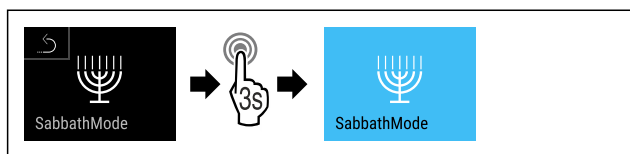

Fig. 14
- Proved'te kroky postupu (viz Fig. 14) .